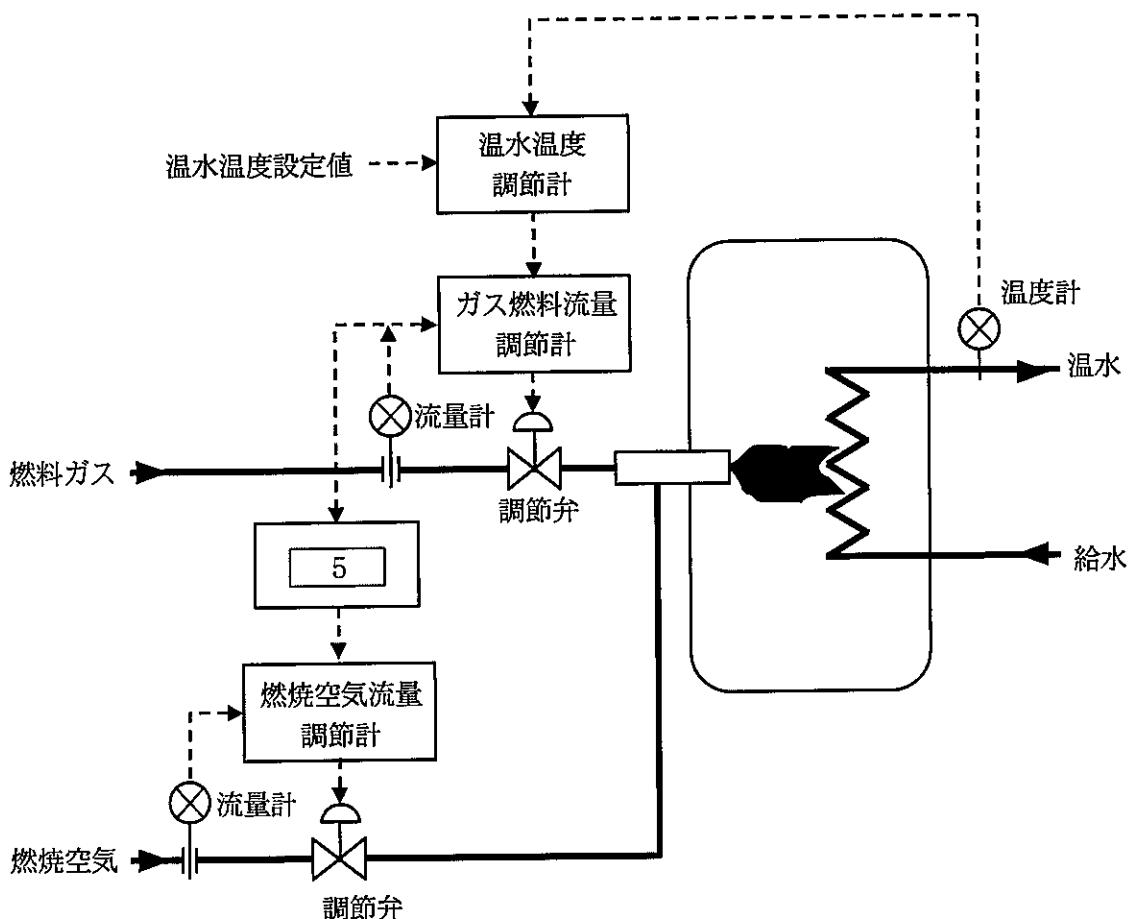

図 1 温水加熱器の温度制御
(1) 図 1 は、ある工場の温水加熱器の温度制御について示したものであり、工場の温水需要に対してガス燃焼を調節することにより、温水加熱器から一定温度の温水を供給している。この制御では、温水温度調節計の出力がガス燃料流量調節計の目標値を与えている。
1) 図1の温水温度制御では、温水温度調節計の出力信号によってガス燃料流量調節計の目標値を定めて、温水温度を一定に保つように制御している。温水温度調節計とガス燃料流量調節計によるこのような制御を **1** という。ここで、温水温度調節計を **2** 、ガス燃料流量調節計を **3** と呼ぶ。ガス燃料流量調節計を設けることにより、燃料ガスの供給圧の変動などの **4** が温水温度に影響する前に処理し、温水温度を安定させることができる。
3) 図1の温水温度調節計がP動作のみの調節計で、設定値を80℃、PBを25%、偏差がないときのバイアスを50%、測定値・目標値のスパンを100℃とする。ある運転条件のとき、温度調節計の出力が70%でバランスしたときを考える。